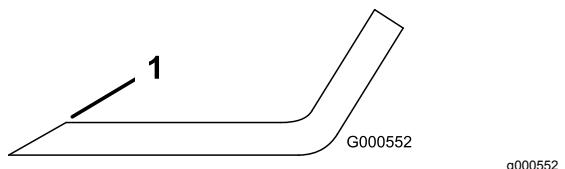

Figure 101
1. Au moyen d'une lime, aiguissez les tranchants à chaque bout de la lame (Figure 101).
Remarque: Si la lame est déséquilibrée, limez un peu l'extrémité de l'ailette seulement (Figure 101).